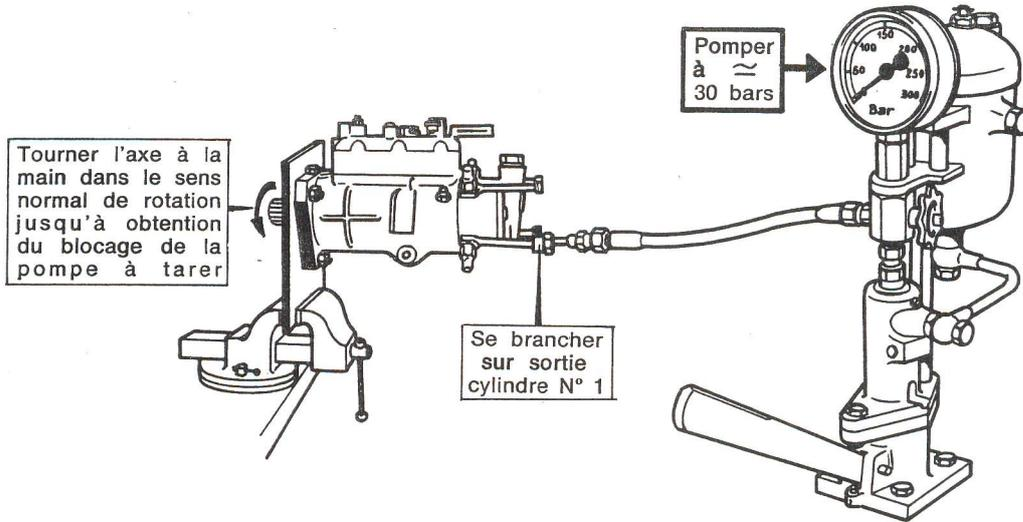

Fig. N4 —
Contrôle du calage d'une pompe déposée (fig. N4)
4. **Raccorder le tube ou raccord H.P. de sortie pompe** correspondant au cylindre N° 1 (lettre « W »), à une pompe à tarer les injecteurs (fig. N4). Pomper doucement jusqu'à environ 30 bars et tourner l'axe de la pompe par la trappe de visite du couvercle de distribution jusqu'à sentir au levier, le blocage de pompe (on ne peut plus tourner l'axe de la pompe).